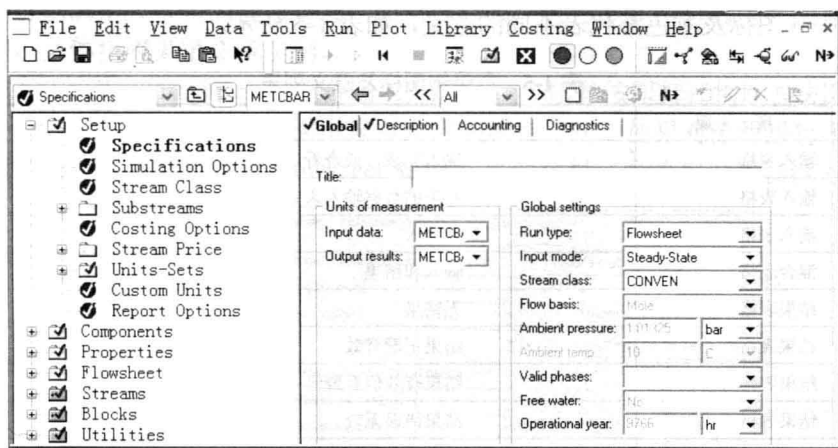

图 1-13 全局参数设置
(1) 数据浏览器及全局参数设置 数据浏览器是用来输入模拟数据、查看结果以及定义各种对象的树状表单。要打开数据浏览器，请点击数据浏览工具栏（Data Browser toolbar）上的任一图标（如），或者从菜单栏 Data→Data Browser 打开，或者点击浏览数据工具栏上的任意按钮都会打开数据浏览器，也可以点击N→按钮（Next），如果流程没有错误，则会打开数据浏览器，如图 1-13 所示。
如图 1-13 中所示，数据浏览器窗口主要包括快捷栏（顶部）、目录树（左侧树状列表）、数据表单（右侧）和状态栏（右下侧）。当输入数据或选择参数时，状态栏中会显示当前输入框中数据所代表的意义，这里很重要，对于不熟悉的参数或设置，我们可以在这里寻找帮助说明。快捷栏图标作用如表 1-4 所示，主要为了方便操作。